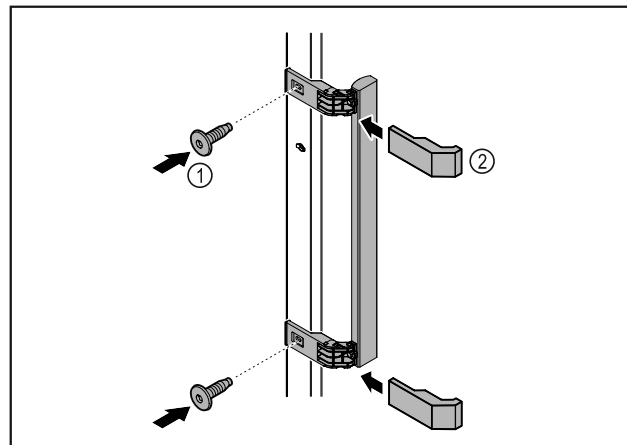

Fig. 3
- ▶ Montirajte ručku iz vrećice s priborom s pomoću priloženih vijaka Fig. 3 (1) na vrata.
- ▶ Postavite pokrov Fig. 3 (2).